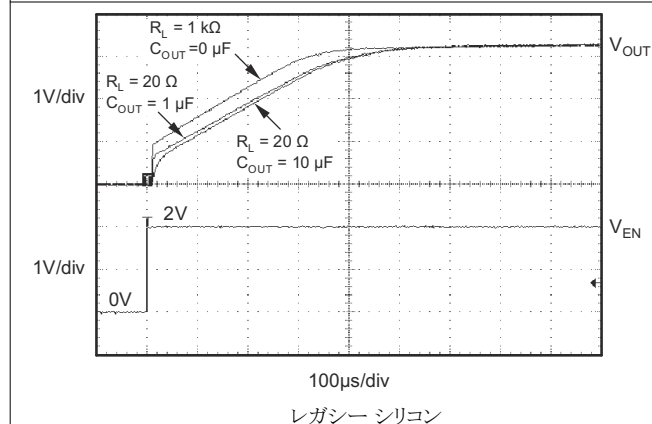

図 5-39. TPS73633 のターンオン応答
イネーブルピン (EN) はアクティブ High であり、標準の TTL-CMOS レベルと互換です。イネーブルピン (EN) はアクティブ High であ標準的な TTL-CMOS レベルと互換性があります。 $V_{\text{EN}}$  が  $0.5\text{V}$  (最大値) 未満になると、レギュレータはオフになり、GND ピンの電流は約  $10\text{nA}$  にまで低下します。EN ピンを使用してレギュレータをシャットダウンすると、すべての電荷がパストランジスタのゲートから除去されます。 $V_{\text{EN}}$  が  $1.7\text{V}$  (最小値) を超えるとレギュレータはオンになり、出力は制御された  $V_{\text{OUT}}$  に戻ります (詳細は 図 5-39 を参照)。